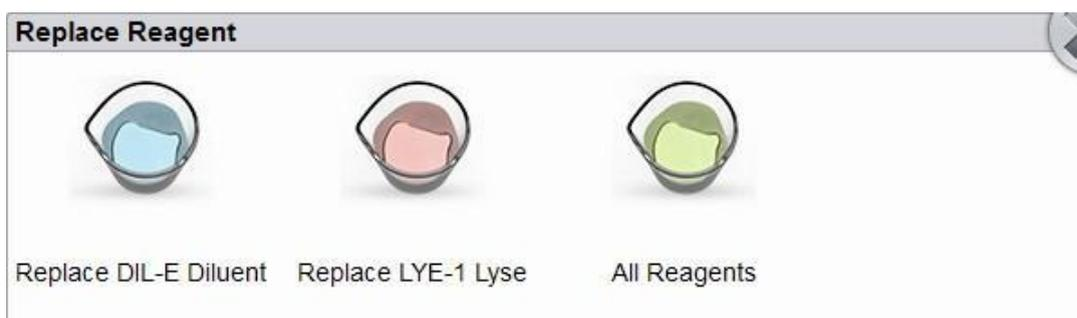

Рис. 12-2 Замена реагентов
4. Выберите **Replace Reagent** (Заменить реагент) в меню **Maintenance** (Обслуживание). На экране появится меню, показанное на Рис. 12-2: